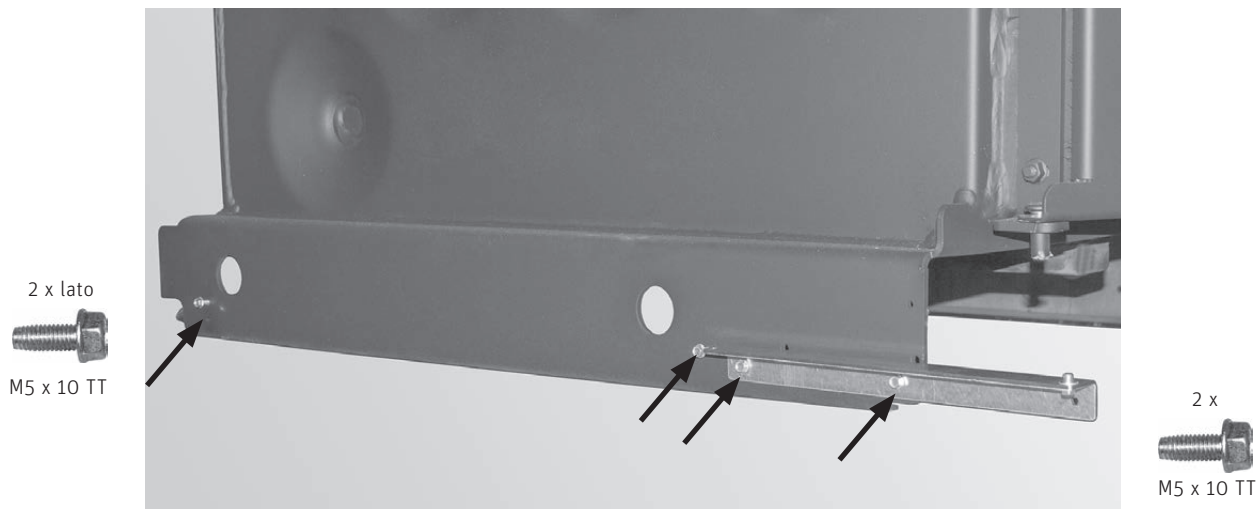

Fig. 36 Avvitare 2 viti fino a metà sia a destra sia a sinistra nel basamento, montare il cardine per la porta di contenimento
- **Avvitare solo fino a metà** (Fig. 36) 2 viti autofilettanti TT M5 x 10 sia sinistra sia a destra in basso nel basamento e montare i cardini inferiori per il fissaggio delle porte di contenimento a sinistra o a destra, a seconda dello sportello incernierato desiderato, con 2 viti autofilettanti TT M5 x 10 – Fig. 36.